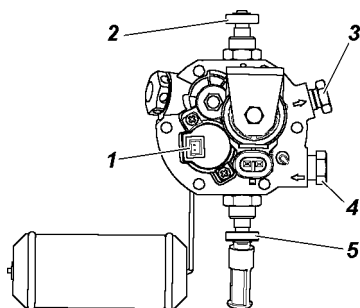

Рис. 9. Мультиклапан газового баллона:
Мультиклапан (рис. 9) устанавливается на газовом баллоне автомобиля и имеет ряд предохранительных устройств:
- плавно открыть расходный вентиль 2 (рис. 9) на мультиклапане баллона (или убедиться в том, что он открыт);
Остановить двигатель, выключив зажигание. Снять заглушку 1 (рис. 7) или пробку 3 (рис. 8) с заправочного устройства. Открыть заправочный вентиль 5 (рис. 9) на мультиклапане. При необходимости ввернуть переходник-удлинитель 1 (рис. 8) в корпус заправочного устройства.